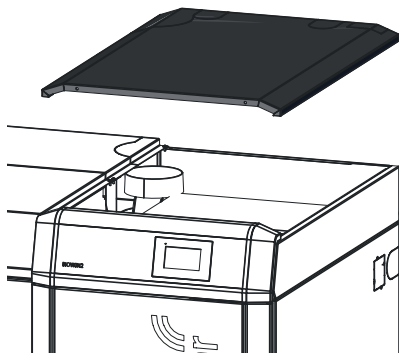

Fig. 147 Togliere il coperchio del rivestimento
- scollegare la spina di rete dell'apparecchio prima di aprire il quadro di comando o per effettuare lavori di assistenza o riparazione. Togliere il coperchio del rivestimento – Fig.147.